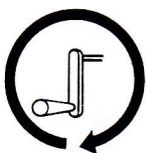

Fig. 97
2. **Verzet over een naaldruimte vereist:** in positie slinger beneden, steeds een volle slag, fig. 97 (toont slag naar rechts) in positie slinger omhoog, steeds twee volle slagen, fig. 98 (toont slag naar rechts).